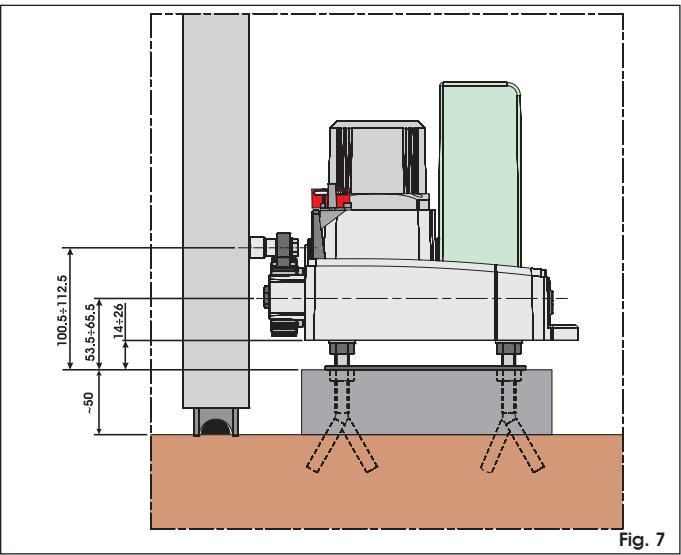

Fig. 4
2. Graaf een gat voor de basisplaat zoals aangeduid in fig. 4. De basisplaat moet worden geplaatst zoals aangeduid in fig. 5 (sluiting rechts) of fig. 6 (sluiting links) om ervoor te zorgen dat het rondsel en de tandheugel goed in elkaar grijpen.